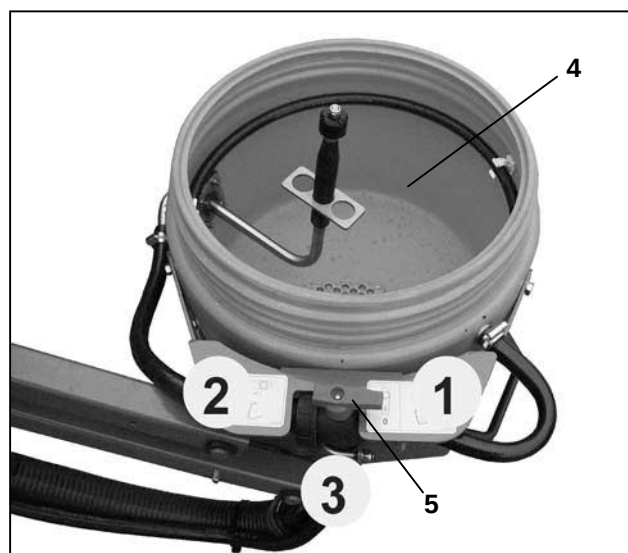

Fig. 7.11
- 3-vejshane (fig. 7.11/ 5) svinges om i position "3" (ringslangen lukkes).